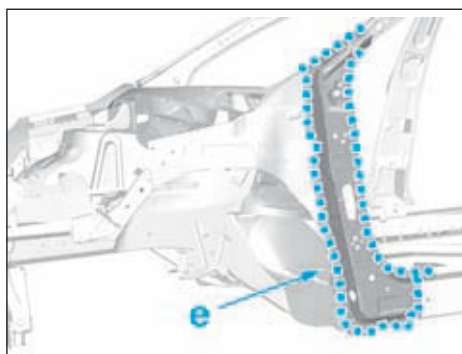

FIG.42
- (e) puis déposer le renfort de pied avant (Fig.42),